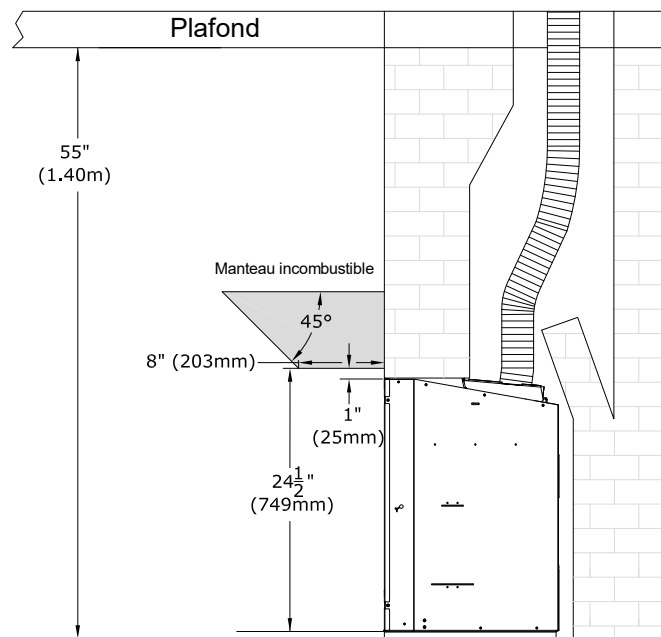

Figure 8.4 - Exigences d'installation du manteau
- Profondeur d'un manteau combustible : Le haut de la Figure 8.4 montre qu'un manteau combustible de 9 po (229 mm) de profondeur doit être au moins 10 po (254 mm) plus haut que le dessus de l'appareil. La profondeur de ce manteau peut augmenter de 1 po (25 mm) à chaque 1 po (25 mm) de plus haut, à partir d'un manteau de 9 po (229 mm) de profondeur.
- Profondeur d'un manteau incombustible : Le bas de la Figure 8.4 montre qu'un manteau incombustible de 8 po (203 mm) de profondeur doit être au moins 1 po (25 mm) plus haut que le dessus de l'appareil. La profondeur de ce manteau peut augmenter de 1 po (25 mm) à chaque 1 po (25 mm) de plus, à partir d'un manteau de 8 po (203 mm) de profondeur.